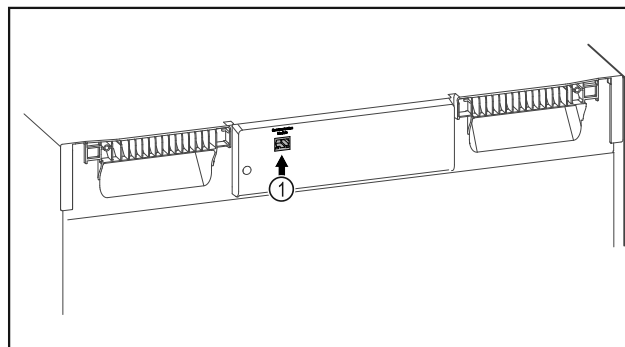

Fig. 82
- Je používán SmartModule Fig. 82 (1).